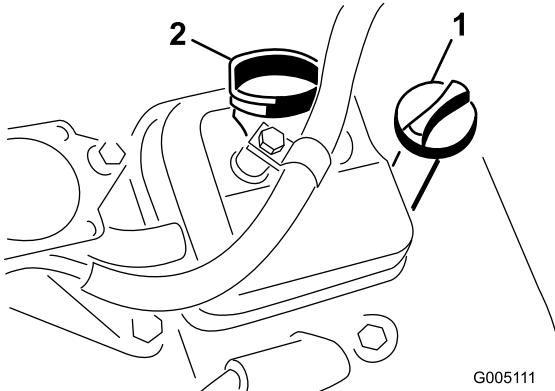

Figura 22
3. Avvitate l'asta nel tubo e verificate che sia fissata saldamente (Figura 22).